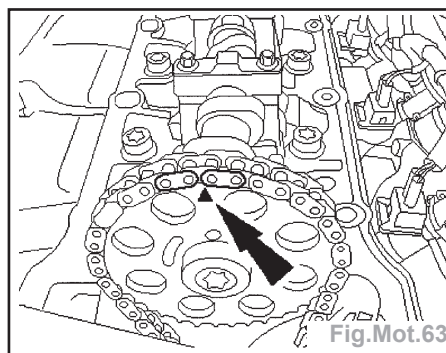

Fig.Mot.63
**Nota :** repérer la position de la chaîne de distribution. Le repère de calage du pignon d'arbre à cames doit se trouver à la position 12 heures (Fig.Mot.63).